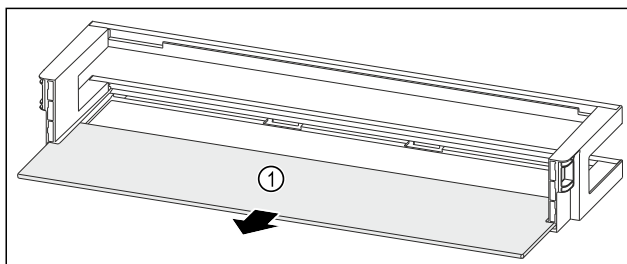

Fig. 96 Türabsteller mit Abstellfläche
- ▶ Abstellfläche Fig. 96 (1) entnehmen.